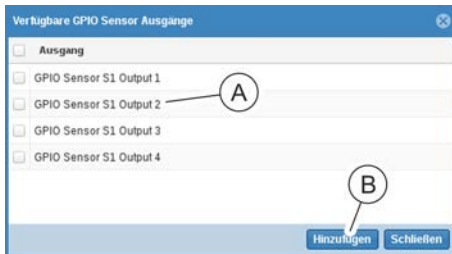

Abb. 157: Fenster „Verfügbare GPIO Sensor Ausgänge“
9. ➔ Gewünschten Ausgang am GPIO-Modul auswählen (Abb. 157/Ⓐ) und die Auswahl über die Schaltfläche „Hinzufügen“ (Abb. 157/Ⓒ) übernehmen.